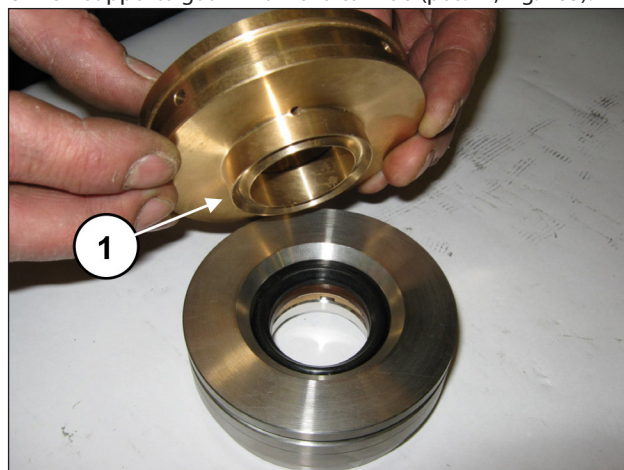

Fig. 185
Unire il supporto guarnizioni alla camicia (pos. ①, Fig. 185).